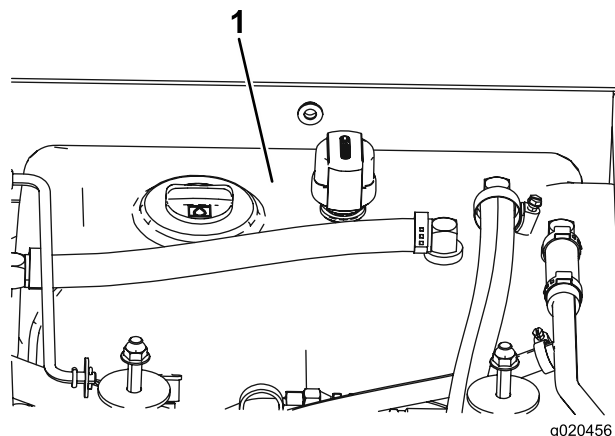

Figura 72
4. Encha o reservatório (Figura 72) com fluido hidráulico; consulte Verificar o fluido hidráulico \(página 54\).